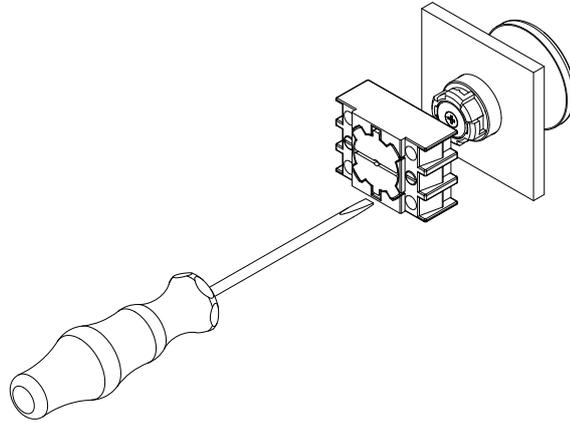

图1
1. 通过使用2号十字螺丝刀拧紧安装法兰的两个螺钉，安装控制元件和安装法兰（见图1）